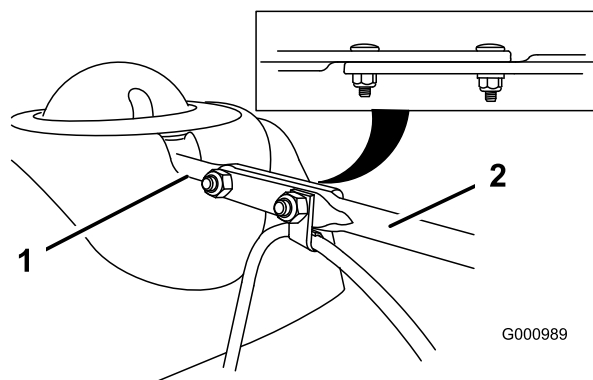

Рисунок 9
3. Расположите на одной линии сплюснутый задний конец длинного штока управления желобом со сплюснутым передним концом короткого штока, который выступает из пульта управления, таким образом, чтобы они образовали единое целое (Рисунок 9).